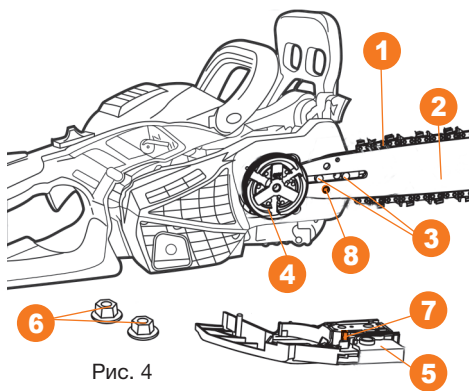

Рис. 4
- Смажьте ведомую звездочку шины несколькими каплями масла через специальное отверстие. Установите шину на направляющие шпильки **3** переместите шину максимально близко к ведущей звездочке **4**. Сориентируйте направление зубьев цепи **1** по стрелке на корпусе шины и наденьте ее на ведущую звездочку, уложите цепь в пазы шины **2**. Установите боковую крышку **5** и слегка прижмите её гайками **6**. Обратите внимание, при установке боковой крышки на совпадение штока **7** натяжения цепи в крышке и отверстие **8** в шине (Рис. 4).